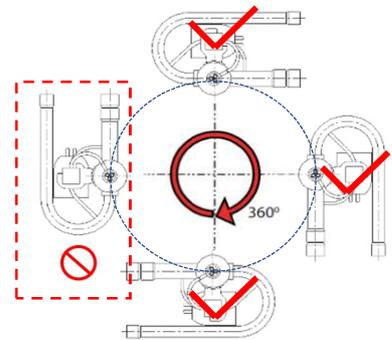

图 7
- 3、(图 7) 阀体水平安装时保证阀体轴线保持水平，并且不推荐 D 管朝下的安装方式。